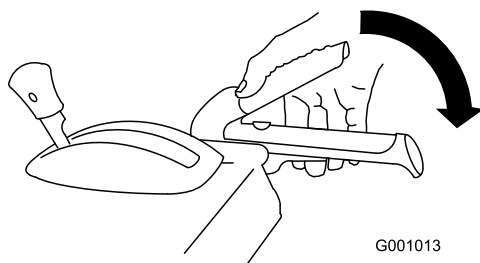

Bild 37
- Drücken Sie zum Einkuppeln des Räumwerk-/Gebläseantriebs den rechten Hebel (Räumwerk/Gebläsead) zum Handgriff (Bild 37).